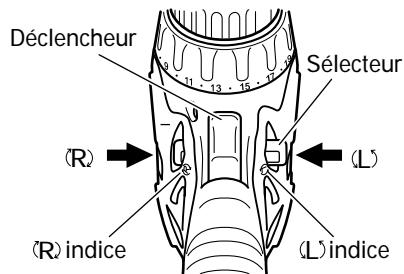

Fig. 13
La mèche tourne dans le sens horaire (vu de l'arrière) quand on appuie sur côté-R du sélecteur. En appuyant sur le côté-L du sélecteur la mèche tourne dans le sens anti-horaire (Voir Fig. 13). (Les repères (L) et (R) sont marqués sur le corps).